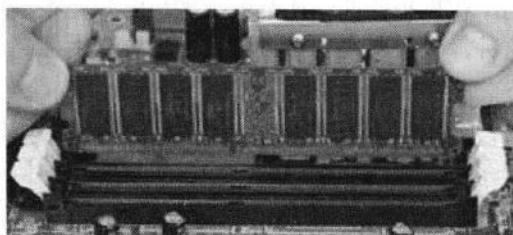

图 1-1-4 安装内存
(1) 安装内存前先要将内存插槽两端的白色卡子向两边扳动，将其打开，然后再插入内存条，内存条的 1 个凹槽必须直线对准内存插槽上的 1 个凸点（隔断）。
(2) 向下按入内存，在按的时候需要稍稍用力。
(3) 使紧压内存的两个白色的固定杆确保内存条被固定住，即完成内存的安装，如图 1-1-4 所示。